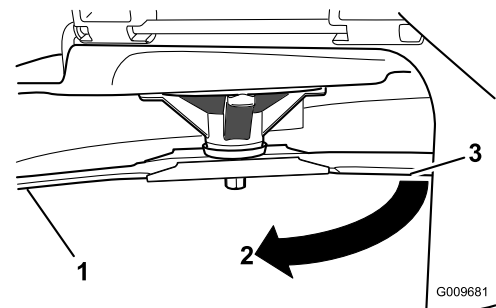

Bild 50
- Drehen Sie dasselbe Messer um 180 Grad, sodass die andere Schnittkante jetzt in derselben Stellung ist (Bild 50).